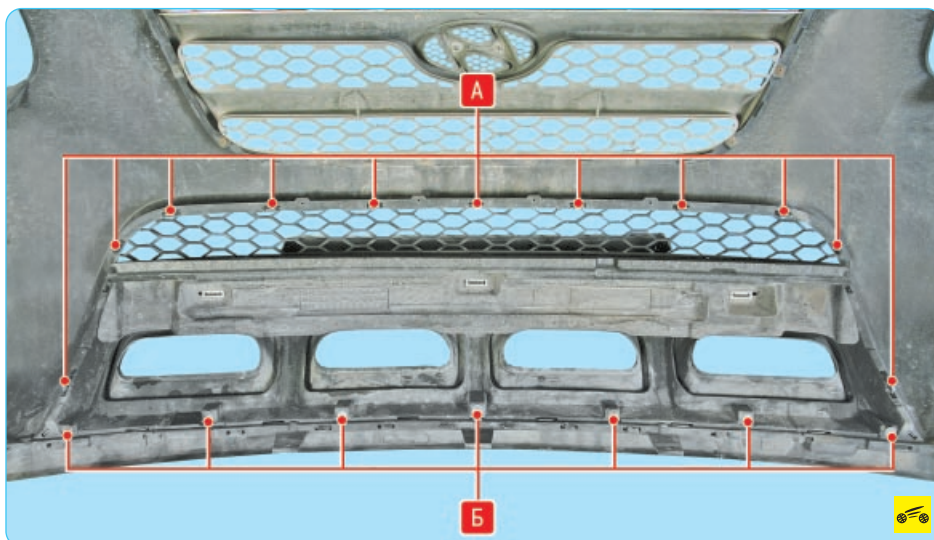

Рис. 11.5. Крепление нижней облицовки радиатора: А – фиксатор крепления; Б – винт крепления
17. Выверните винты Б (рис. 11.5) и отожмите фиксаторы А крепления нижней облицовки радиатора.